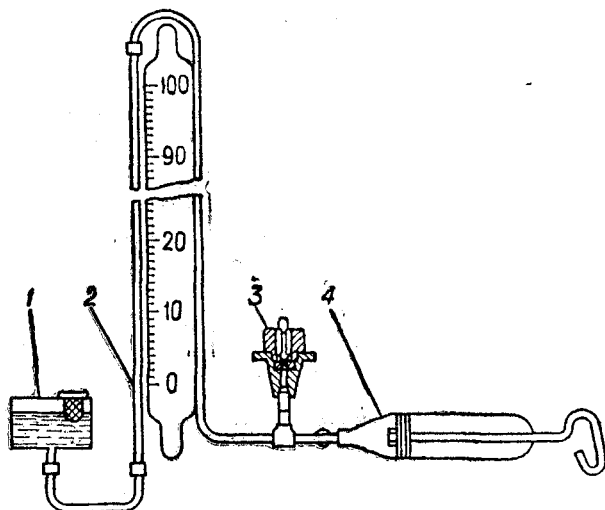

Рис. 84. Схема проверки герметичности топливного клапана:
- 1 Установить клапан на специальном вакуумном приборе, как показано на рис. 84.